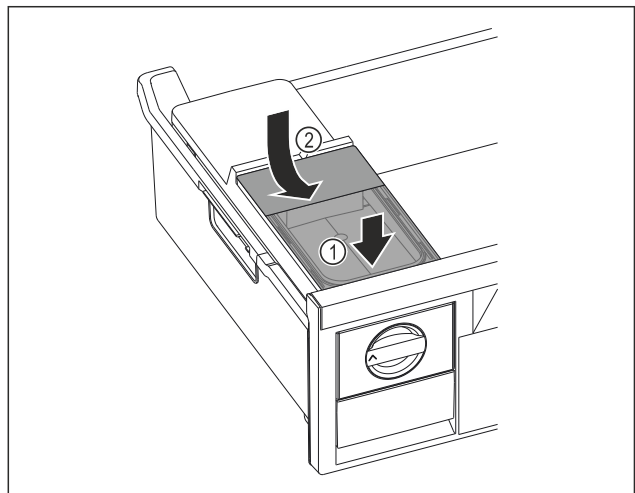

Fig. 110
- ▶ Nádržku na vodu nasadíte vpredu. Fig. 110 (1)
- ▶ Nádržku na vodu spustíte vzadu. Fig. 110 (2)